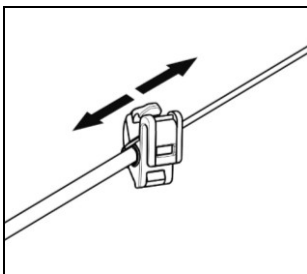

Fig. 24
- Réglez le microphone (Fig. 24).